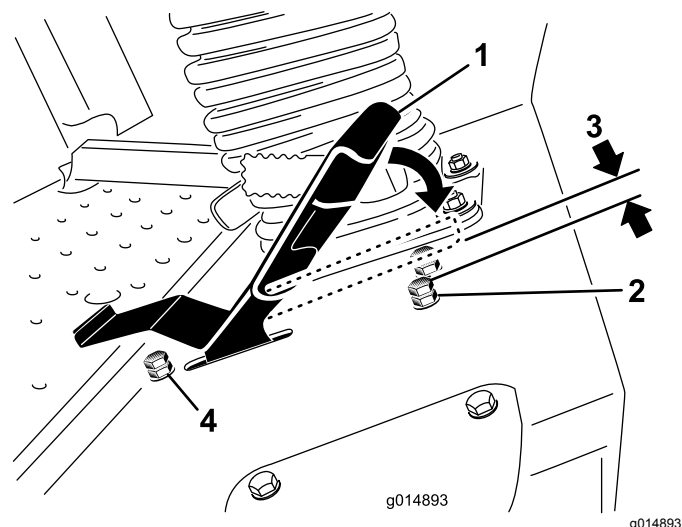

Figure 47
3. Desserrez l'écrou de blocage sur le boulon d'arrêt de la pédale de déplacement (Figure 47).